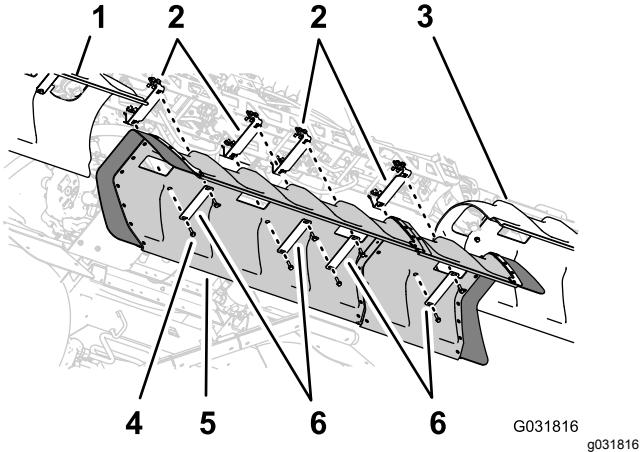

Рисунок 152
- Совместите отверстия в кожухе средней секции с отверстиями в опорных кронштейнах для кожуха средней секции (Рисунок 152).
- Совместите отверстия в двух хомутах кожуха, снятых при выполнении пункта 1 раздела 6 Демонтаж кожуха средней секции \(с 11 соплами\) дополнительного комплекта закрытой стрелы (страница 17), со шлангом в кожухе и двумя опорными кронштейнами (Рисунок 152).
- Совместите отверстия в 2 хомутах кожуха (номер 120-0629 по каталогу Toro) с 4 оставшимися отверстиями в кожухе и 4 оставшимися отверстиями в опорных кронштейнах (Рисунок 152).
- Установите хомуты кожуха и кожух на опорные кронштейны (Рисунок 152) при помощи 4 болтов с фланцевыми головками